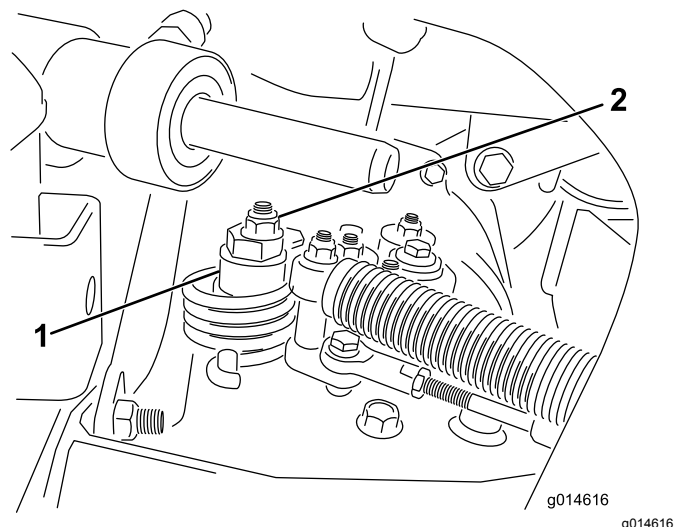

Figure 34
A. Desserrez l'écrou de fixation de l'excentrique en haut de l'hydrostat (Figure 34).
- C. Tournez l'excentrique jusqu'à ce que la roue ne tourne plus dans aucune direction. Lorsque la route arrête de tourner, serrez l'écrou pour bloquer l'excentrique et le réglage (Figure 34). Vérifiez le réglage avec la commande d'accélérateur en position BAS RÉGIME, puis HAUT RÉGIME.